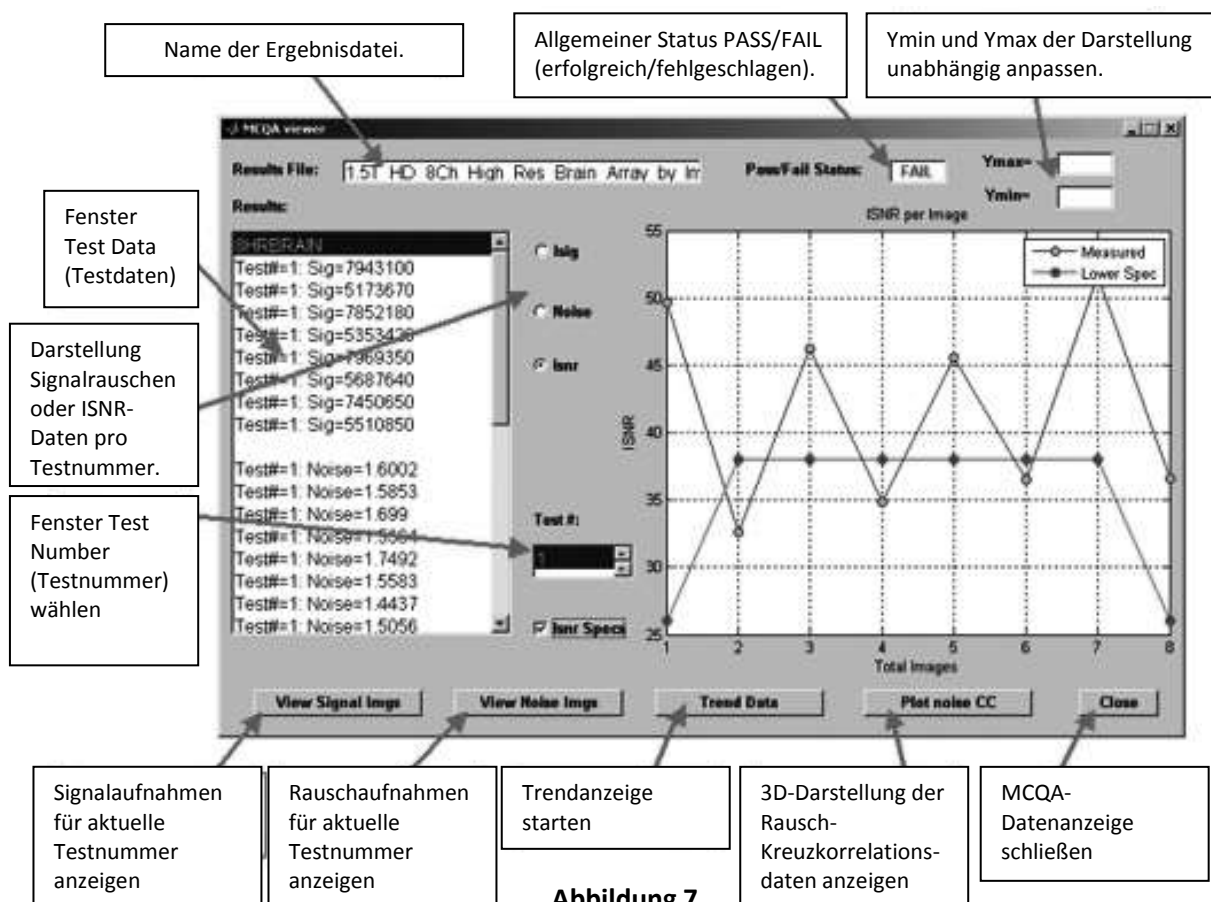

Abbildung 7
**Hinweis:** Die Ergebnisanzeige öffnet sich, wie in Abbildung 7 dargestellt. Der Name der Ergebnisdatei und die Pass/Fail-Ergebnisse (erfolgreich/fehlgeschlagen), die auf der MCQA-Benutzeroberfläche angezeigt werden, werden auch im oberen Bereich der Anzeige dargestellt.